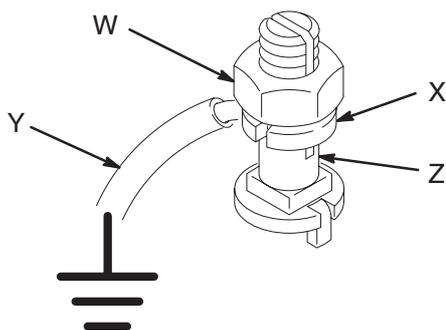

Fig. 1
1. *Pompe:* utiliser un câble et une pince de mise à la terre. Voir la Fig. 1. Desserrer l'écrou de blocage (W) et la rondelle (X) de la borne de mise à la terre. Introduire l'une des extrémités d'un câble de mise à la terre (Y) d'au minimum 1,5 mm² dans la fente de la borne (Z) et serrer à fond l'écrou de blocage. Raccorder l'autre extrémité du câble à une véritable prise de terre. Référence de commande 237-569 du câble et de pince de mise à la terre.